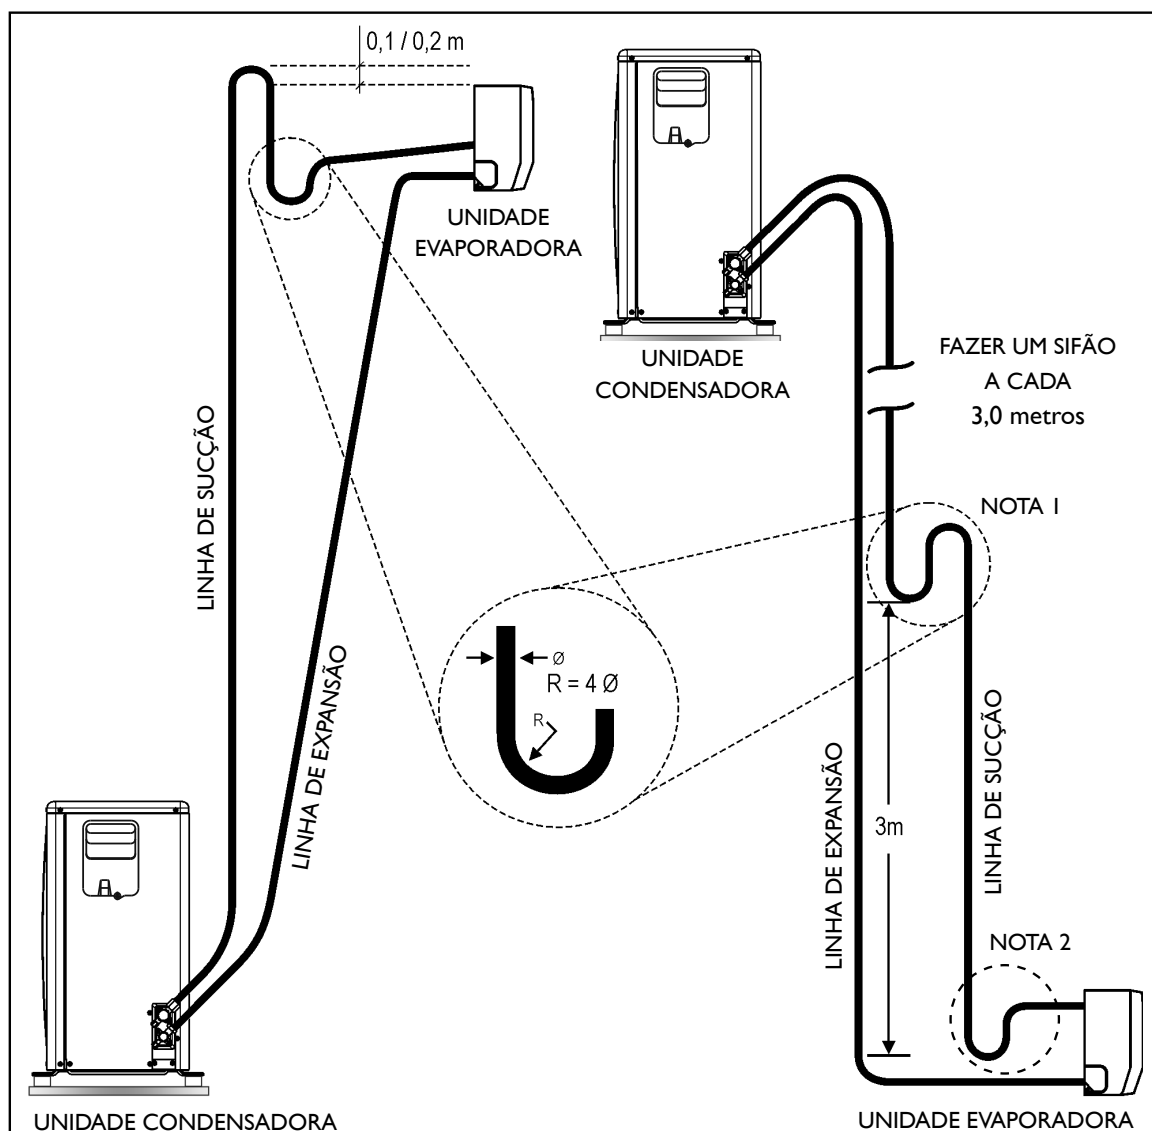

FIG. 15 - SIFÃO NA LINHA DE INTERLIGAÇÃO
- 1° Elevar a linha de expansão acima da unidade condensadora antes de ir para a unidade evaporadora (0,1m para modelos 38VF_09 e 12 e 0,2m para 38VF_18 e 22), quando a evaporadora estiver abaixo da condensadora. (Fig. 15)
- 2° Elevar a linha de sucção acima da unidade evaporadora antes de ir para a unidade condensadora (0,1m para modelos 38VF_09 e 12 e 0,2m para 38VF_18 e 22), quando a evaporadora estiver acima ou no mesmo nível da condensadora. (Fig. 15)
- 3° Fazer sifões nas subidas da linha de sucção a **cada 3,0 m** para os modelos, incluindo a base (saída da evaporadora). Caso o desnível seja menor que 3 m faça apenas na base. (Fig. 15)